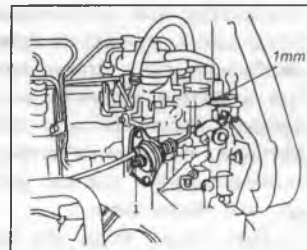
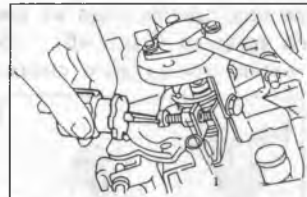

Рис. 144
Рис. 145
гулировка частоты вращения коленчатого вала двигателя при включенном кондиционере. Для этого рычаг управления холостым ходом поверните до отказа против часовой стрелки и отрегулируйте зазор между штифтом рычага управления холостым ходом и рычагом управления топливным насосом, величина которого д.б. равна 1 мм (Рис.144). При предварительно отрегулированной частоте вращения коленчатого вала в режиме холостого хода указанная величина зазора должна обеспечивать частоту вращения коленчатого вала при включенном кондиционере в пределах 750-850 об/мин (описание дается для двигателя RD28). При необходимости отрегулируйте частоту вращения винтом (1) (Рис.145). Частота вращения в режиме принудительного холостого хода (для двигателя RD28 она составляет 1280-1320 об/мин) т.е.